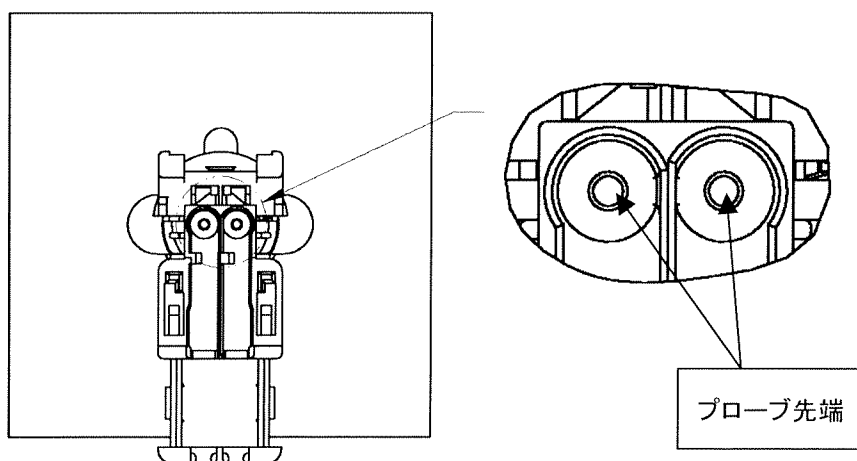

Fig.9
- プローブの位置ずれ確認には、Fig.9のようにプラグハウジングを用いて実施願います。